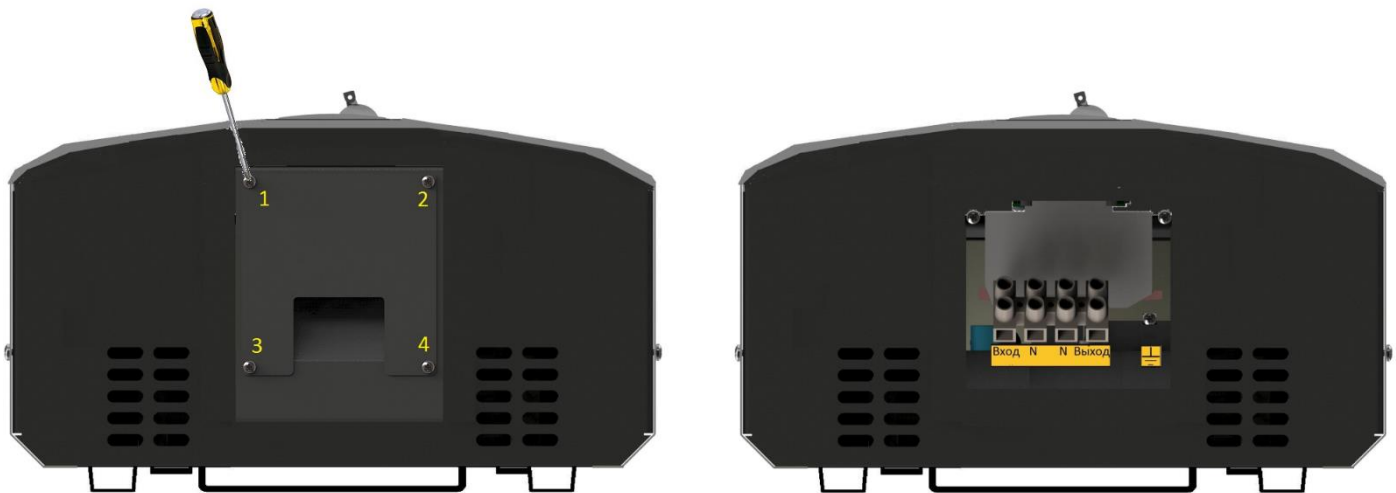

Рисунок 11. Схема зняття захисної кришки знизу корпусу стабілізатора
2. За допомогою викрутки відкрутити 4 гвинти захисної кришки з нижньої частини стабілізатора для доступу до клемної колодки (див . рисунок 11).